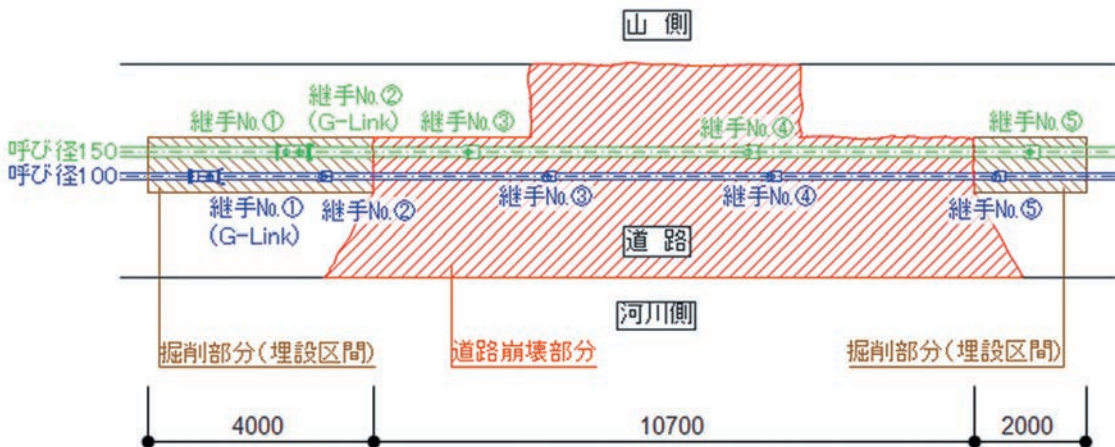

図3 工事範囲
管が露出している道路崩壊区間(図3で呼び径100は継手No.③および継手No.④、呼び径150は継手No.③および継手No.④)だけでなく、埋設部の継手が挙動している可能性があるため、図3に示す埋設区間の継手も露出させて、継手の挙動も確認する。